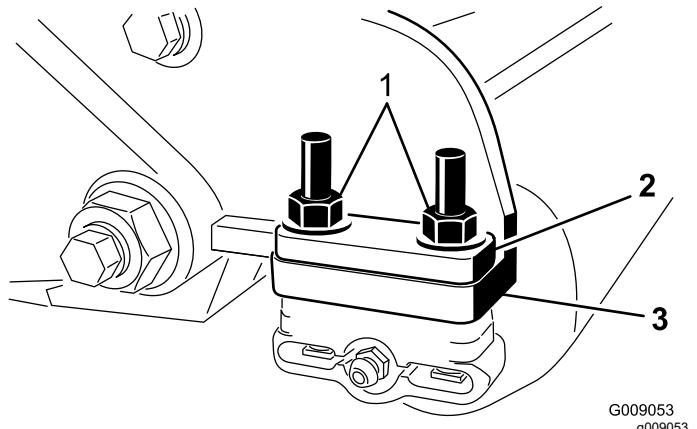

Figura 7
- Togliete i 2 dadi di bloccaggio flangiati fissando ogni staffa del rullo alle piastre laterali (Figura 7).